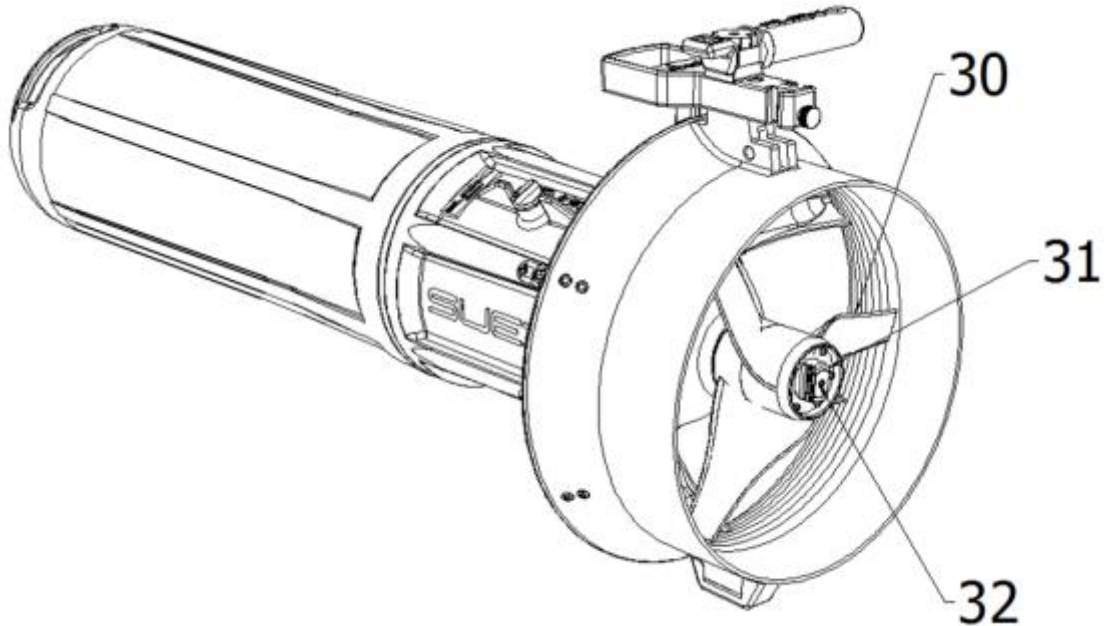

Fig.5 - Estrazione dell'elica
Afferrare l'elica per una pala (30 -Fig. 5) e svitare il pomello (31), girando in senso ANTIORARIO fino alla completa estrazione dell'elica.